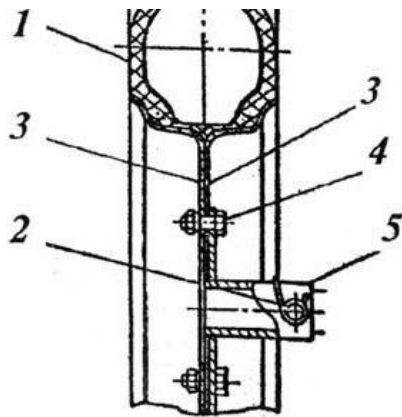

Рис.2
● Колесо состоит из пневматической или литой шины 1 (рис. 2), диска 3 и ступицы 5. Если наружная часть протектора шины выполнена в виде елочки, то при установке на мотоблок колеса установите углом вперед. Диск состоит из двух половин, соединенных между собой тремя болтами. Ступица 5 крепится к диску пятью болтами 4.
- Установите мотоблок на устойчивые подставки и, вынув стопор 2 (рис.2), снимите колесо с выходного вала редуктора.